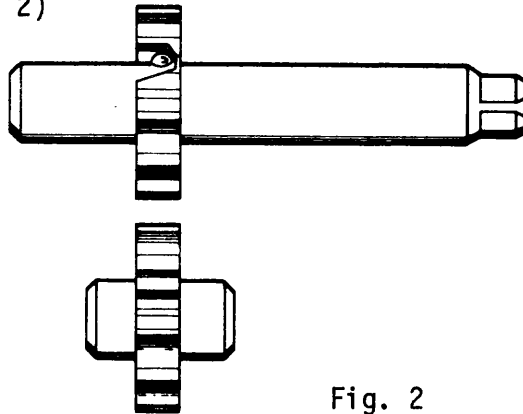

Fig. 2
*Conjunto de eje y engranaje impulsor (fig. 2)*